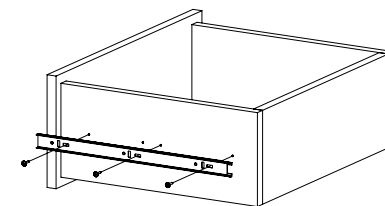

Рис.9
7. Закрепите внутренние планки направляющих к деталям 10 и 11 шурупами 3,5x16 (Рис. 9).